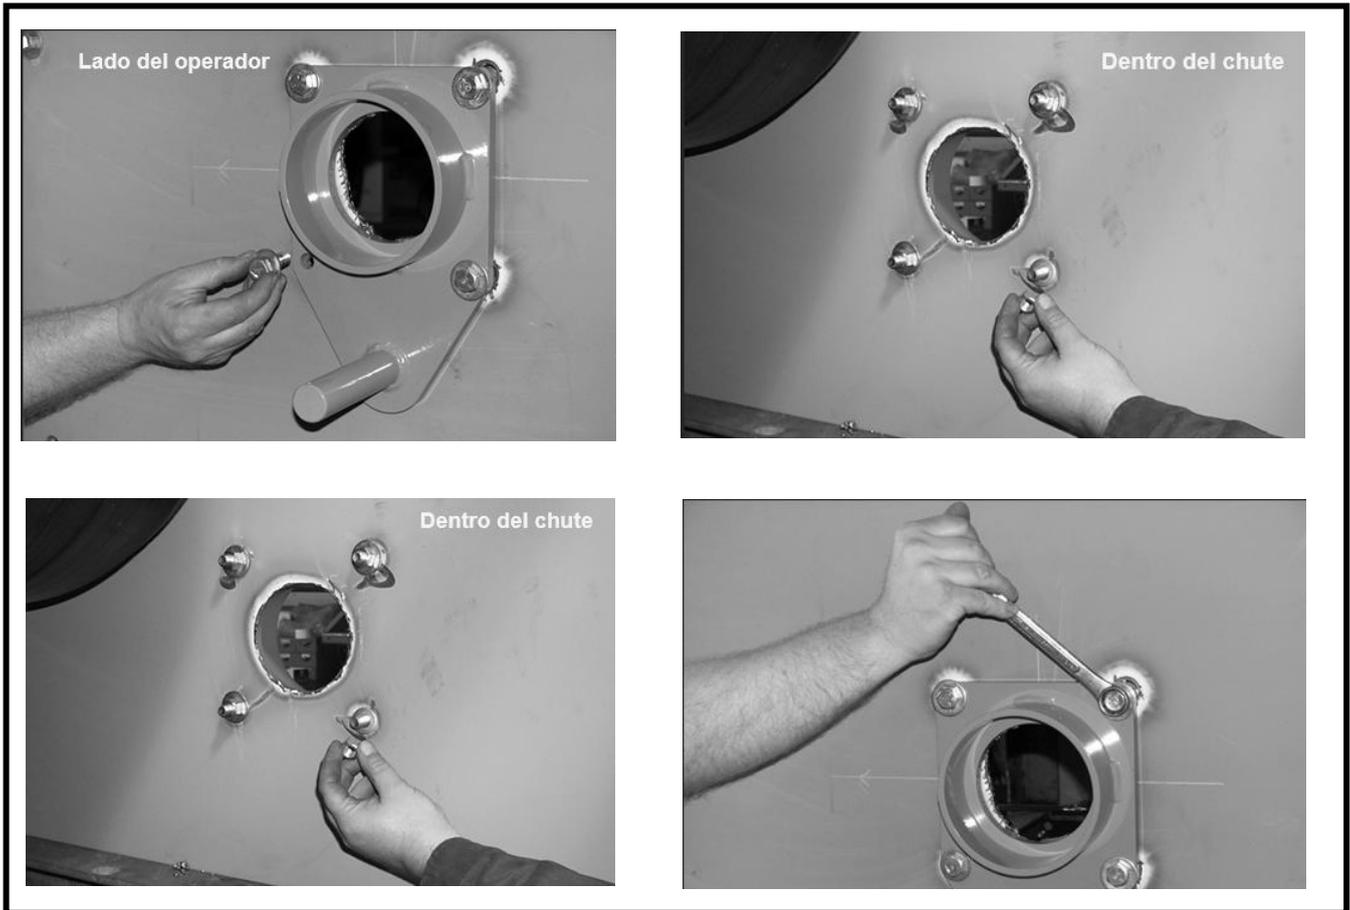

Figura 2. Instalación de placas de montaje.
2. Instale la placa de montaje del tensionador como se muestra en la figura 2.